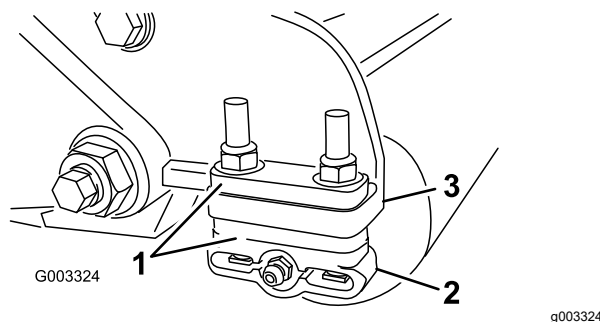

图 11
1. 根据剪草高度表将所需数量的隔片放在侧板安装法兰 **图 11** 下将后滚筒支架 **图 11** 调节到所需的剪草高度范围。